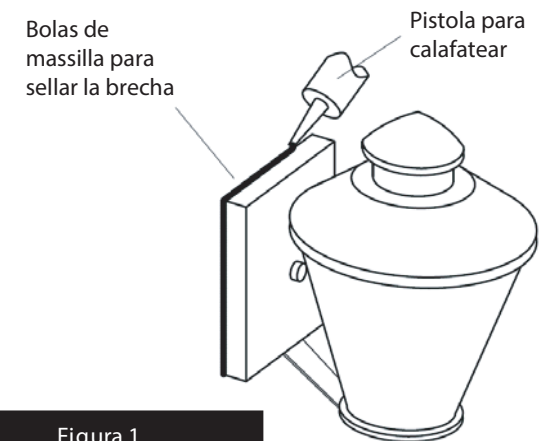

Figura 1
1. Conecte el cable de alimentación positiva (A) (normalmente negro o la cara lisa, sin marcas del cable de dos conductores) de plomo accesorio positivo (B) con un giro de tamaño adecuado en el conector - Véase la Figura 1 y 2.
2. Conecte el cable de alimentación negativa (C) (por lo general de color blanco o el lado marcado estriado del cable de dos conductores) de plomo accesorio negativo (D).
Para conectar a tierra en un sistema eléctrico de 3 hilos, fije el cable de tierra del artefacto (E) (generalmente de cobre o verde recubierto de plástico) a la brida de montaje accesorio (M) con el tornillo de tierra (S) - Véase la Figura 1. Nota: En las correas de accesorios compatibles tornillos, primero instale los dos tornillos de montaje de la correa. Cualquier agujero roscado restante puede ser utilizado para el tornillo de tierra.